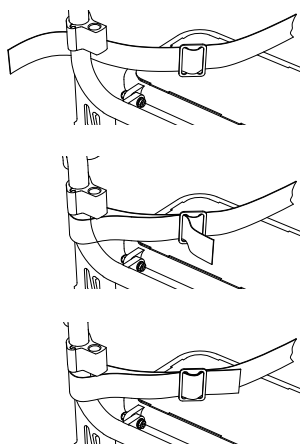

fig. 28
1. Hoftebæltet fastgøres på højre og venstre siden af rygrøret (fig. 28).